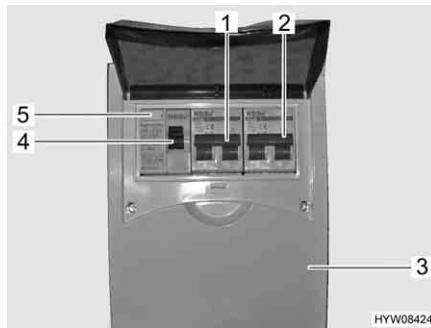

Fig. 66 Scatola dei fusibili a 230 V con interruttore di sicurezza e interruttore automatico FI
Un interruttore di sicurezza per correnti di guasto (interruttore automatico FI) (Fig. 66,4) nella scatola dei fusibili (Fig. 66,3) protegge l'intero veicolo da correnti di guasto (0,03 A).
L'interruttore di sicurezza collegato in serie (10 A) (Fig. 66,1) protegge le prese da 230 V, la centralina elettrica, il caricabatteria supplementare e il frigorifero.
Per veicoli con accessori opzionali, p. es. l'impianto di climatizzazione a tetto, un ulteriore interruttore di sicurezza (16 A) (Fig. 66,2) protegge l'apparecchio.
- Se il veicolo è collegato all'alimentazione a 230 V, premere il tasto di controllo (Fig. 66,5). L'interruttore di sicurezza per correnti di guasto (FI) deve scattare.